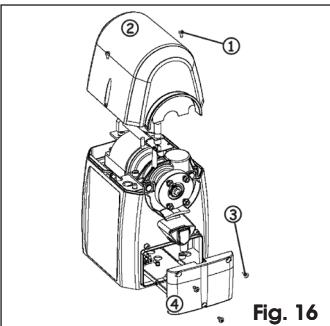

Fig. 16
- Destornille los dos tornillos de fijación del cárter superior, Fig. 16, ref. ①, y retire el cárter, Fig. 16, ref. ②.
- Destornille los tres tornillos, Fig. 16, ref. ③, de cierre de la tapa de la tarjeta, Fig. 16, ref. ④.